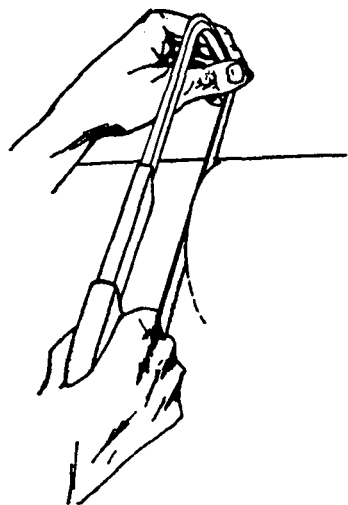

FIG. 6
6.º Passo – Continue o corte, guiando-se pela linha de referência (fig. 6).